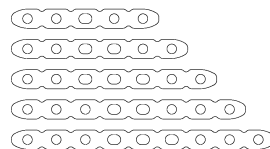

図 20
- 1) 骨折部の修復後、5.0 リコン LP トライアルを用いてプレートのサイズを決定します。(図 20)